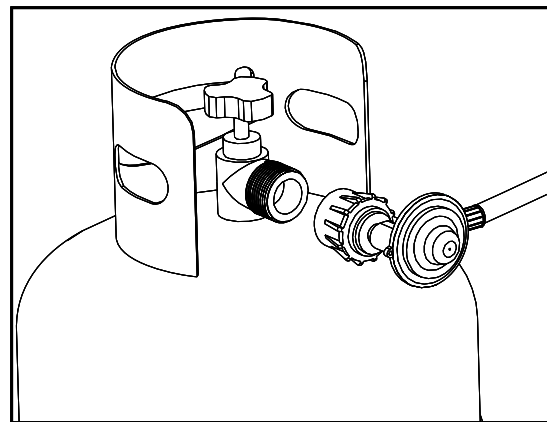

FIG. 1
4. Inserire la valvola della bombola del gas nell'apertura filettata della valvola del regolatore. Ruotare la bombola in senso orario finché non risulti stabile. Serrare solo manualmente. **Fig 1.**